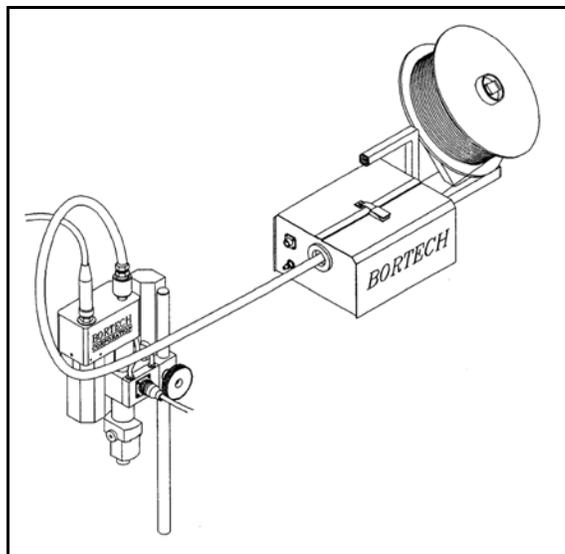

РИСУНОК 4-2. ФОРМА КАНАЛА ДЛЯ ПРОВОЛОКИ С МАЛЫМ ВИТКОМ ПРИ ИСПОЛЬЗОВАНИИ ДЛИННЫХ КАНАЛОВ
- Также можно расположить проволоку так, как показано на Рис. 4-2.. Этот способ особенно эффективен, если речь идет о длинных каналах.
- Если витки проволоки туго натянуты, но она все равно перекручивается в этой конфигурации, попробуйте ту же натянуть кривую. Удлинитель горелок большой длины способны свести на нет все преимущества, которые дает эта форма канала (см. Рис. 4-2.).